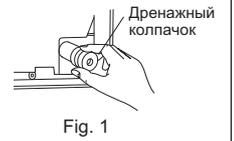

Fig. 1
- Для обеспечения оптимального дренажа дренажный шланг должен иметь наклон вниз. (Fig. 1)
- Положите вместе трубопровод хладагента и дренажный шланг и плотно оберните войлочной лентой (4) с концов. При обмотке перехлест войлочной ленты (4) должен составлять 1/3 ее ширины. Зафиксируйте конец войлочной ленты (4) бандажной стяжкой.
- Потянув на себя, снимите дренажный колпачок, расположенный в правой задней части внутреннего прибора. (Fig. 1)
- 1) Правильно режьте медную трубу с помощью трубореза. (Fig. 1, 2)